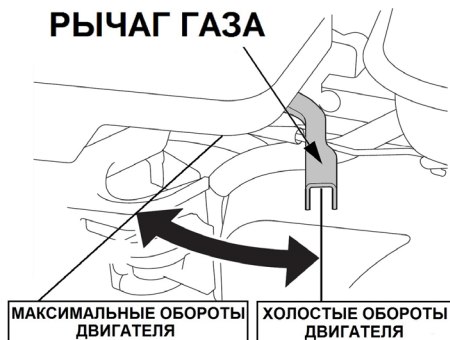

Рис. 32 Положения рычага газа
5. Переведите рычаг газа на 1/3 хода от положения холостых оборотов в сторону положения максимальных оборотов двигателя (Рис. 32).